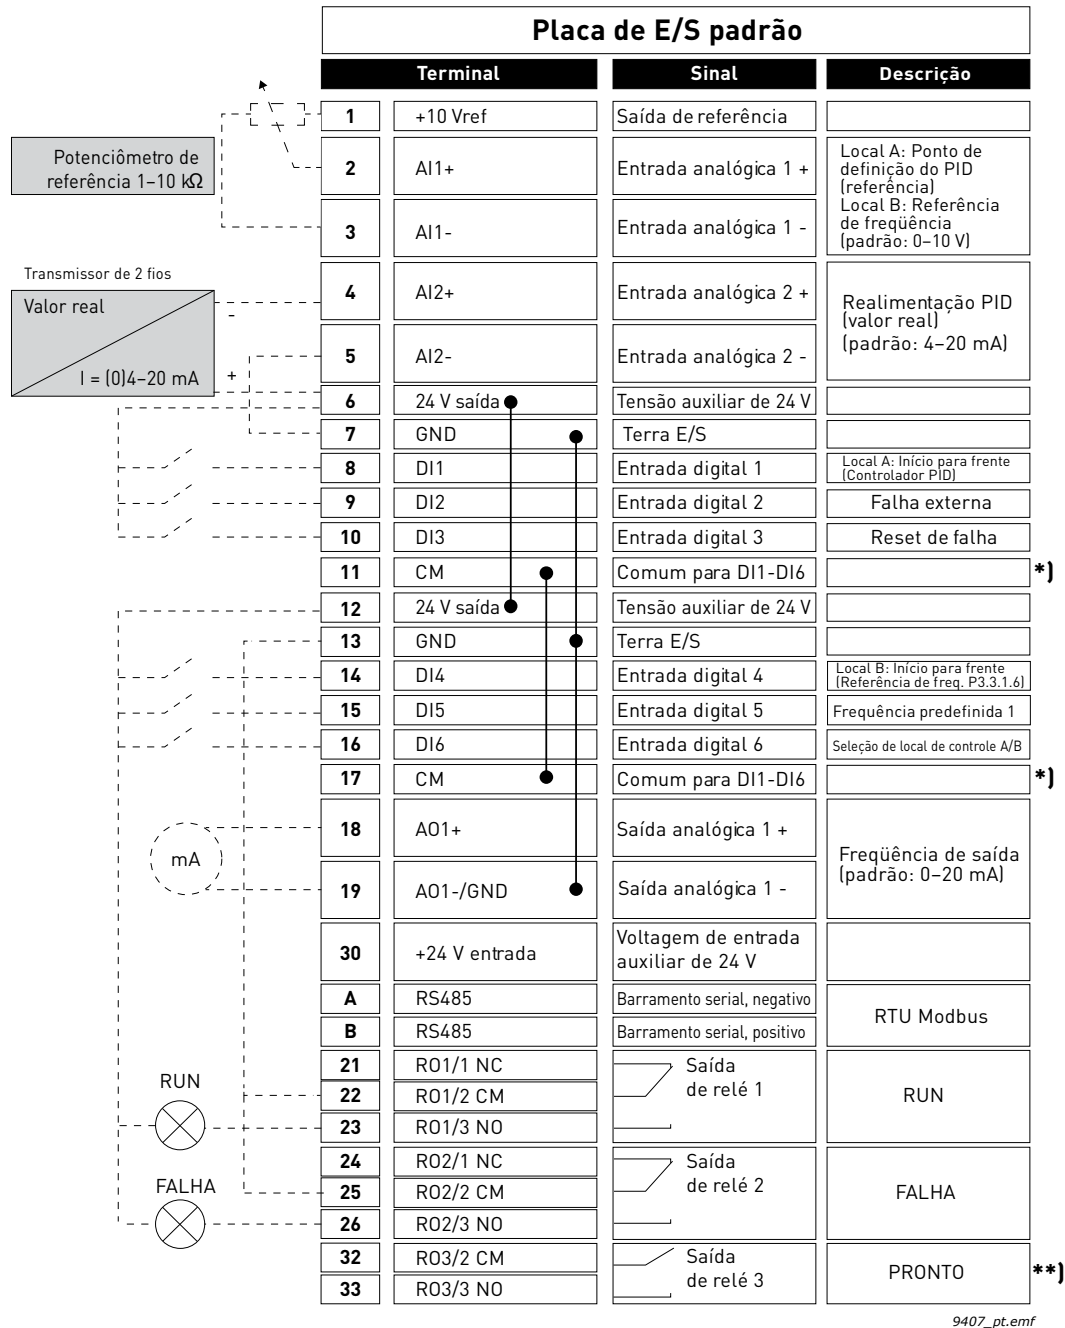

Figura 7.
**]) A Figura 7 mostra o conversor padrão. Se você encomendar com o código de opção +SBF4, a saída de relé 3 é substituída por uma entrada de termistor. Consulte o *Manual de Instalação*.